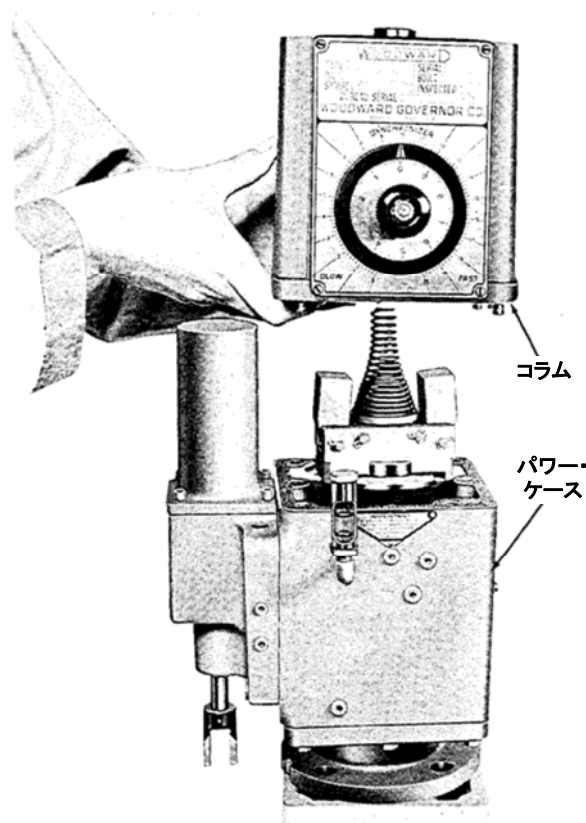

図2-1. コラムの取外し
1. コラムの下部の四隅にある溝付きねじ(6)をゆるめ、図2-1に示す線にパワー・ケースに垂直にコラム(8)、ガスケット(11)、ロック・ワッシャー(7)、ねじ(6)を持上げる。